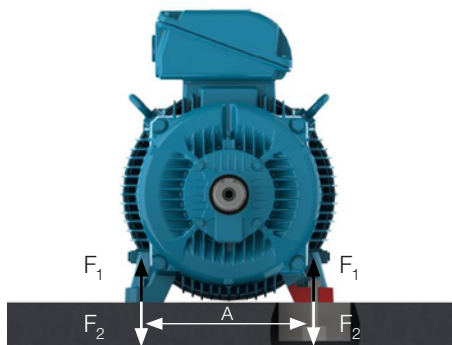

Рисунок 6.2 – Двигатель, установленный на бетонном основании
Напряжения в фундаменте можно рассчитать с помощью следующих уравнений (см. рис. 6.2):
- Бетонных основаниях: чаще всего используются для крупногабаритных двигателей (см. рис. 6.2);